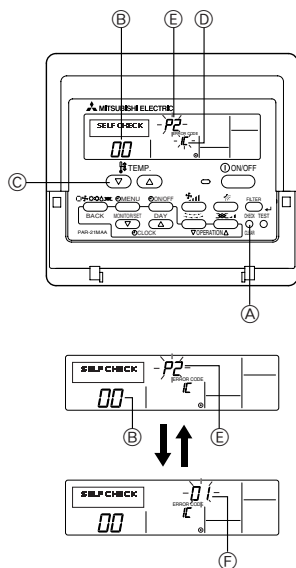

Fig. 6-2
6.3.1. Для проводного пульта дистанционного управления (Fig. 6-2)
- ① Включите питание.
- ② Дважды нажмите кнопку [CHECK].
- ③ С помощью кнопки [TEMP] установите адрес системы охлаждения (если используется системный пульт управления).
- ④ Нажмите кнопку [ON/OFF] для прекращения самопроверки.